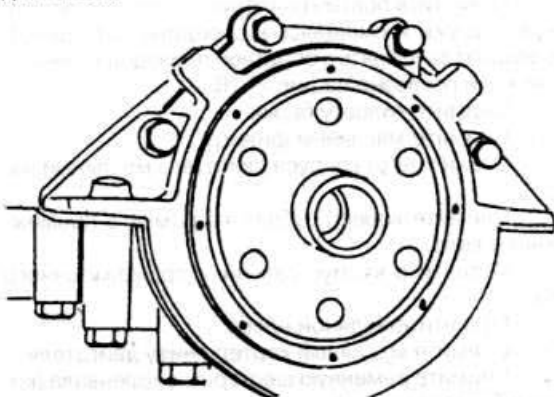

Рис. 2.23
- ♦ Отвинтите болты крепящие крышку заднего подшипника коленвала (рис. 2.23).